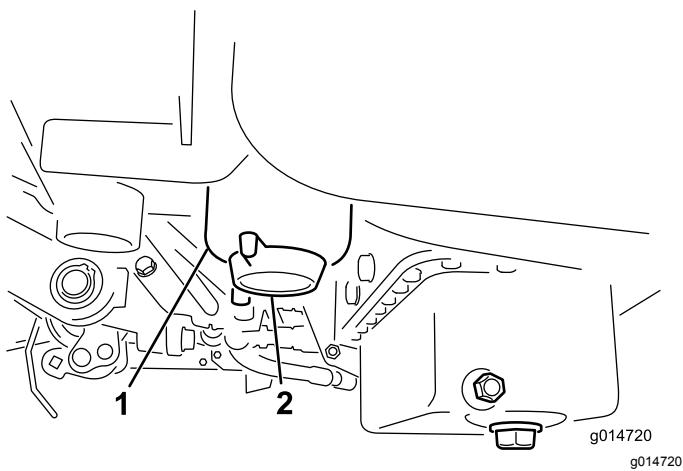

Figura 32
2. Pulite la superficie circostante la scatola del filtro (Figura 32).
4. Aprite il tappo di spurgo del filtro (Figura 32).